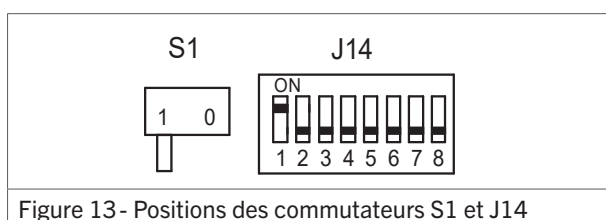

Figure 13- Positions des commutateurs S1 et J14
2. Positionner comme suit les commutateurs S1 et J14 du module de commande (figure 13 / 14) :